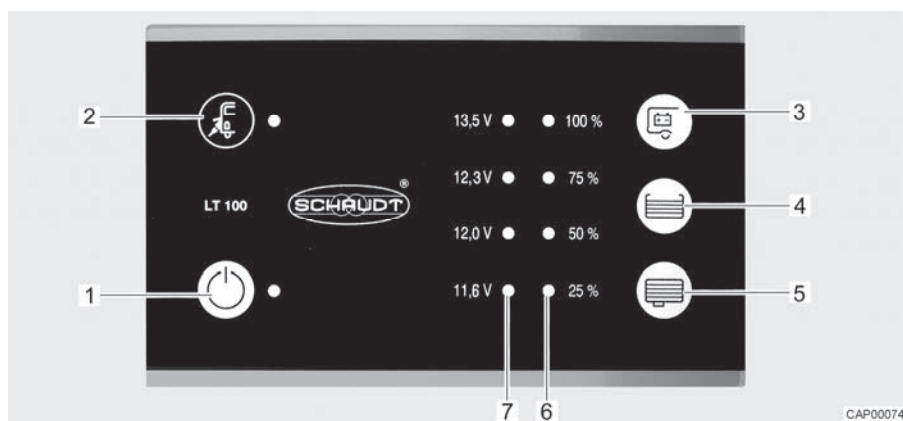

Bild 50 Panel (LT 100)
Den gula lysdioden lyser vid symbolen nätanslutning "⚡" (Bild 50,2) när fordonet är anslutet till en extern nätanslutning. Lysdioden lyser då också med avstängd panel.
Med huvudbrytaren 12 V (Bild 50,1) kopplas panelen och bodelens 12 V-försörjning till eller från.
- Tryck på knappen "⏻" (Bild 50,1): 12 V-försörjningen för bodelen är påslagen. Lysdioden lyser grönt.
- Tryck på knappen "⏻" (Bild 50,1) på nytt: 12 V-försörjningen för bodelen är avstängd. Lampan släcks.
Lysdiodskalan (Bild 50,7) visar batterispänningen för bodelsbatteriet enligt följande:
- Tryck ner knapp "⏻" (Bild 50,3): Bodelsbatteriets spänning visas.
Lysdiodskalan (Bild 50,6) visar fyllnivån i färskvattentanken eller avloppstanken.
Tryck ner knapp "F" (Bild 50,4): Färskvattentankens fyllnadsnivå visas med hjälp av lysdiod.
Tryck ner knapp "A" (Bild 50,5): Avloppstankens fyllnadsnivå visas med hjälp av lysdiod.